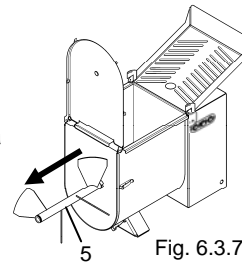

Fig. 6.3.7
- Afferrare la pala "5" Fig. 6.3.7 e sfilarla tirandola frontalmente.